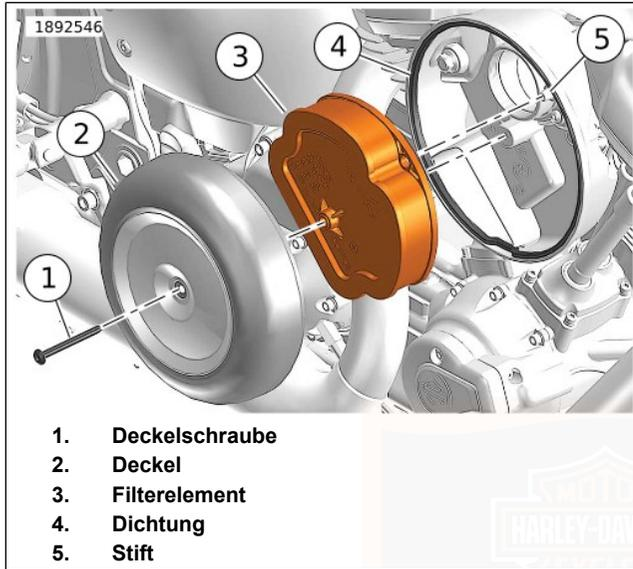

Abbildung 61. Luftfilter: Rundrohr
1. Siehe Abbildung 61. Die Luftfilterabdeckung entfernen.
- a. Die Schraube (1) entfernen.
- b. Den Deckel (2) entfernen.
2. Den Luftfiltereinsatz (3) entfernen.
3. Die Dichtung (4) entfernen. Auf Schäden oder Verschleiß prüfen.
1. Siehe Abbildung 61. Die Dichtungsnut von allen Ölresten und Ablagerungen befreien.
2. Die Dichtung (4) ersetzen, wenn sie beschädigt oder verschlissen ist.
- a. Den Filtereinsatz (3) auf den Stift (5) im Gehäuse ausrichten.
- a. Gewindegewindesicherungsmittel auf das Gewinde der Abdeckungsschraube (1) auftragen.